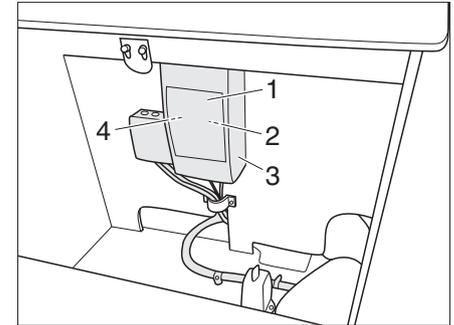

Fig. 78 Disjoncteur automatique de 230 V
Le disjoncteur automatique 230 V (Fig. 78,2) se trouve sous un portillon d'accès à proximité des sièges sur le côté gauche du véhicule.
► Ouvrir le volet de fermeture (Fig. 78,1).
Le raccordement 230 V est protégé par un disjoncteur automatique bipolaire (Fig. 78,2).
- L'interrupteur RCD (Fig. 78,4) 230 Volt doit être actionné une fois par an pour éviter que le mécanisme ne « colle » et que la durée de déclenchement ne soit prolongée.